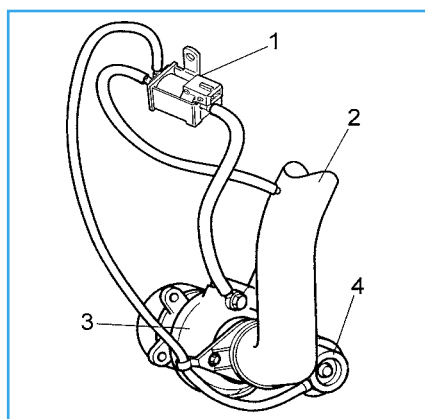

Fig. 1
A. Regolazione pressione di alimentazione con EUV, fig. 1